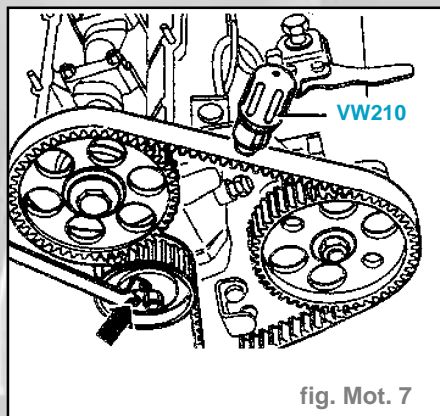

fig. Mot. 7
- Tendre la courroie crantée (tourner vers la droite le galet-tendeur avec une clé) (fig. Mot. 7).